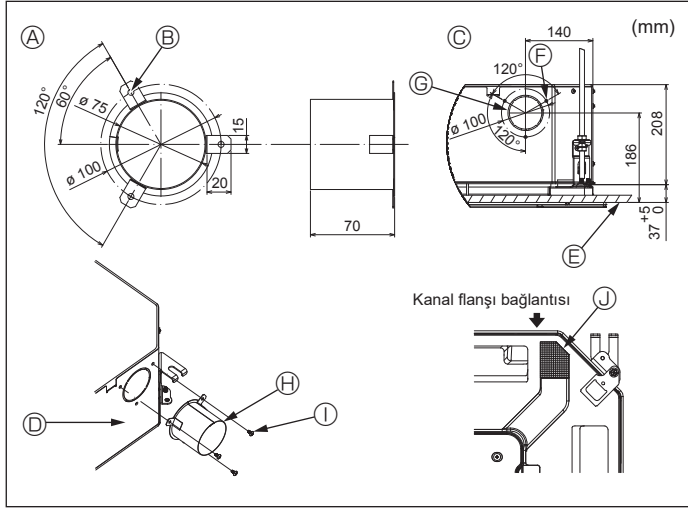

Fig. 4-3
4.3. Kanal montajı (temiz hava girişi durumunda) (Fig. 4-3)